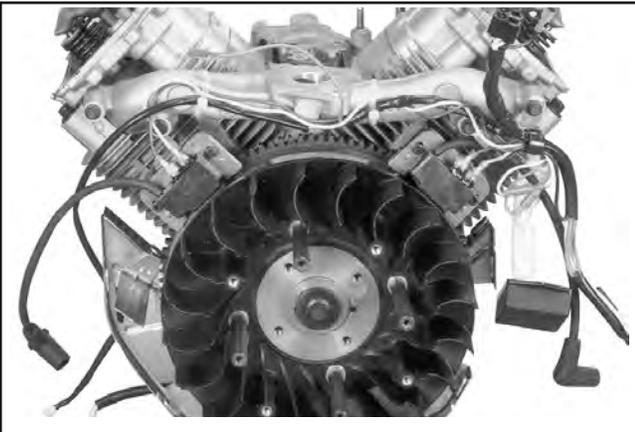

Abbildung 11-55. Anschluss der Kabel auf Zündmodulen SMART-SPARK™.
- Auf Motoren, die mit SMART-SPARK™ ausgestattet sind, werden die Module auf die selbe Art installiert - mit zwei äußeren Laschen. Siehe Abbildung 11-55.